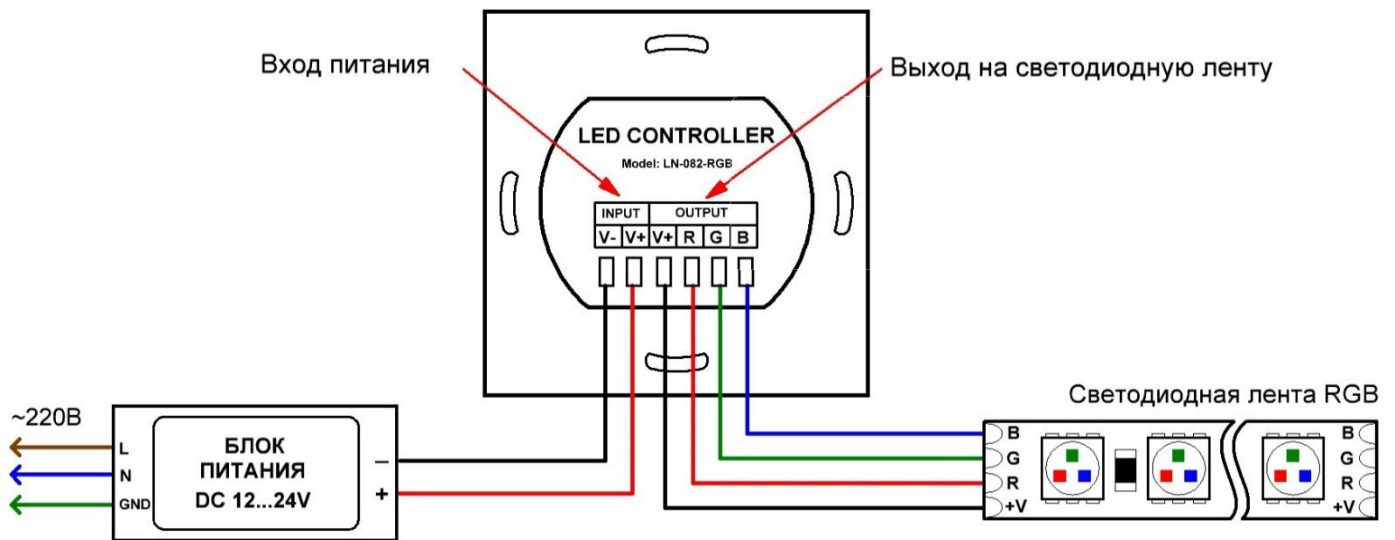

Рис.1. Схема подключения панели
3.2. Подключите светодиодную ленту или другой светодиодный источник света к выходу **OUTPUT** контроллера, согласно схеме (Рис.1.) и маркировке на корпусе. Соблюдайте полярность и порядок подключения проводов RGB.
3.3. Подключите блок питания к входу **INPUT** контроллера (Рис.1), соблюдая полярность.